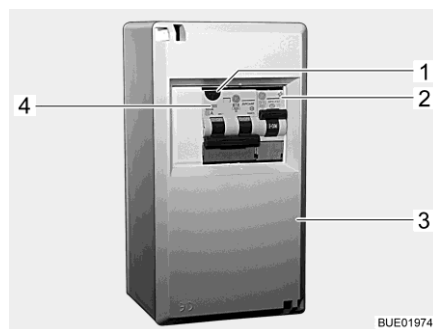
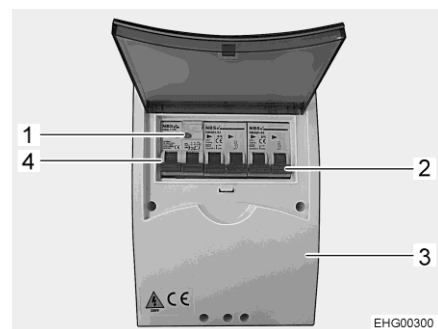

Fig. 202 Caja de fusibles de 230 V
Fig. 203 Caja de fusibles de 230 V (variante)
Un interruptor de corriente de defecto / de protección de línea combinado (Fig. 202,4 ó Fig. 203,4) en la caja de fusibles (Fig. 202,3 ó Fig. 203,3) protege al vehículo completo de corrientes de defecto (0,03 A).
En los vehículos con equipamiento opcional (p. ej. la instalación de aire acondicionado), un interruptor de protección de línea adicional (10 A) (Fig. 202,2 ó Fig. 203,2) protegerá el aparato.
- Si el vehículo está conectado a la alimentación de 230 V, pulsar la tecla de prueba (Fig. 202,1 ó Fig. 203,1). Se debe activar el interruptor de corriente de defecto.